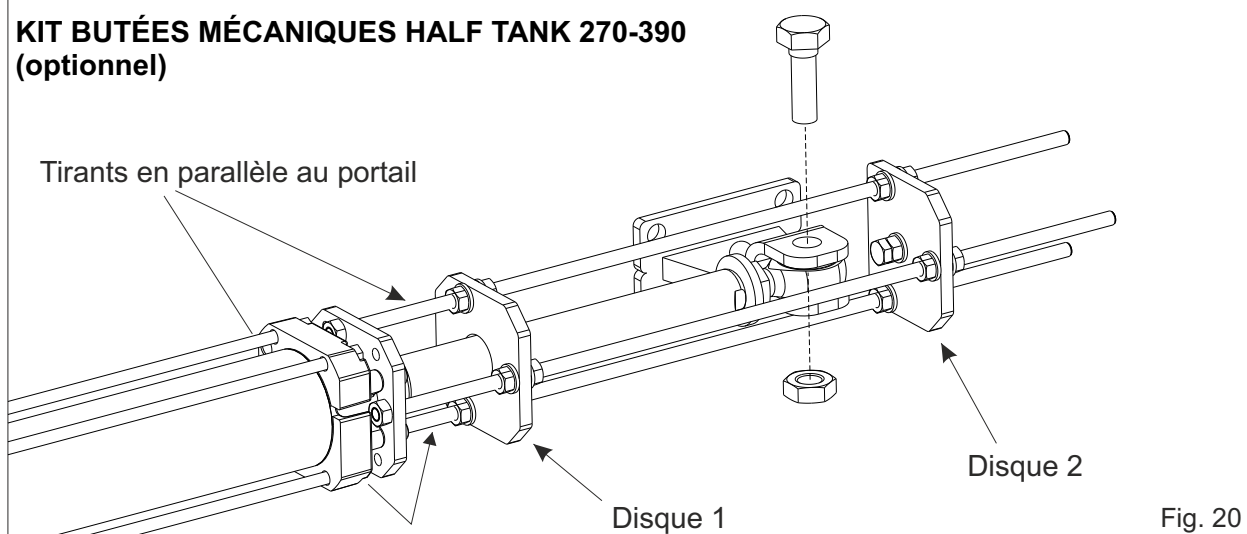

Fig. 20
- 3) Mettre les feuilures de fin de course sur la bride antérieure de l'ensemble avec les deux tirants (des trois présents sur la feuillure) qui se trouvent en parallèle au portail (Fig. 20)